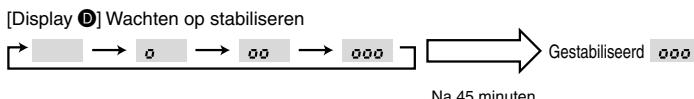

Fig. 8-3
③ Druk op **FILTER** (\leftrightarrow) om de instelling te bevestigen. (Fig. 8-3)